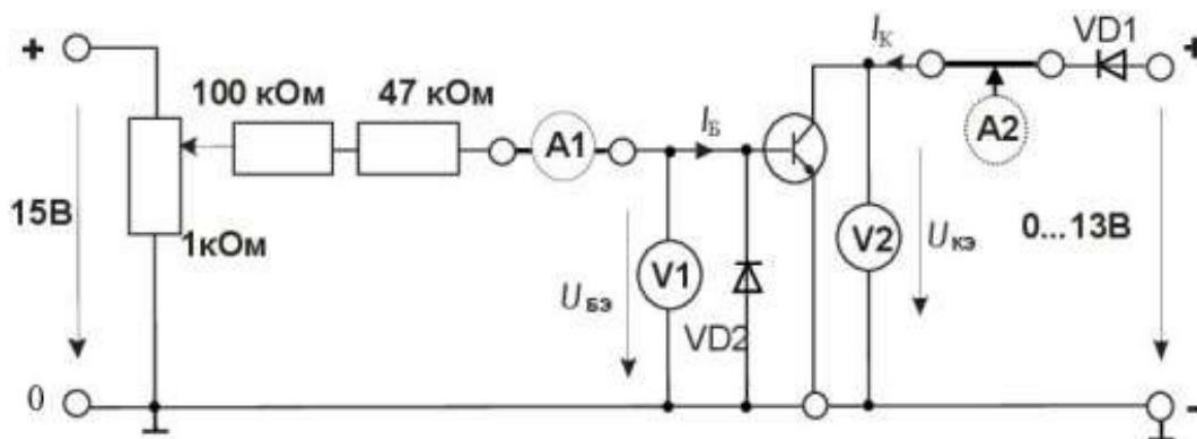

Рисунок 1.7
1) Соберите цепь согласно схеме (рисунок 1.7 или 1.8). Потенциометр 1 кОм используется для регулирования тока базы, резисторы 100 и 47 кОм – для ограничения максимального тока базы. Регулирование напряжения $U_{КЭ}$ осуществляется регулятором источника постоянного напряжения. Для предотвращения подачи обратного напряжения на